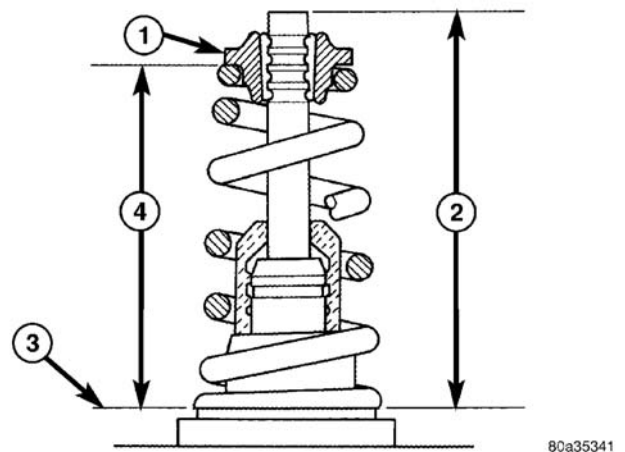

图 32 检查气门和弹簧安装高度
(5) 在研磨一气门座或气门面之后，将气门装入气缸盖并通过从气门盖至弹簧座进行测量的方式检查气门安装后的高度(图 32)。从气缸盖卸下气门，研磨气门头直至在规格内。检查气门头有否划伤。应重新研磨气门头倒角(视需要)以防在安装气门时导致密封损坏。
(6) 气门与气门座修整表面之后，请检查气门弹簧的安装高度(图 32)。若重新研磨了气门和/或气门座，测量弹簧的安装高度(图 32)，确保测量值取自弹簧座的顶部至弹簧固定器的底部表面。若高度大于规格，在头部锥口孔中安装一个 0.794mm (0.0312in.) 隔片以将弹簧高度调回规格内。